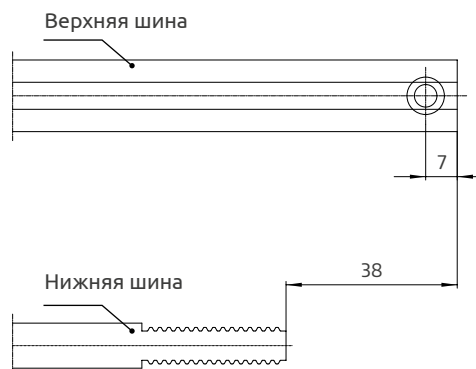

Рис. 1
5. Установить **отв. планку откид. ножниц** ⑤ Для этого нужно взять за ориентир метку на плече отк. ножниц (Рис. 1, ①) перенести маркировку этой метки на раму и установить там ответную планку (Рис. 1, ②).
2. Открыть запор. фиксатор на отв. планке и вставить в неё плечо ножниц (Рис. 1).
3. Перевести ручку в откинутае положение (Рис. 2) и закрыть запорный фиксатор (Рис. 1).
1. При снятии фрамуги установить ручку в откинутае положение и открыть запорный фиксатор (Рис. 1).